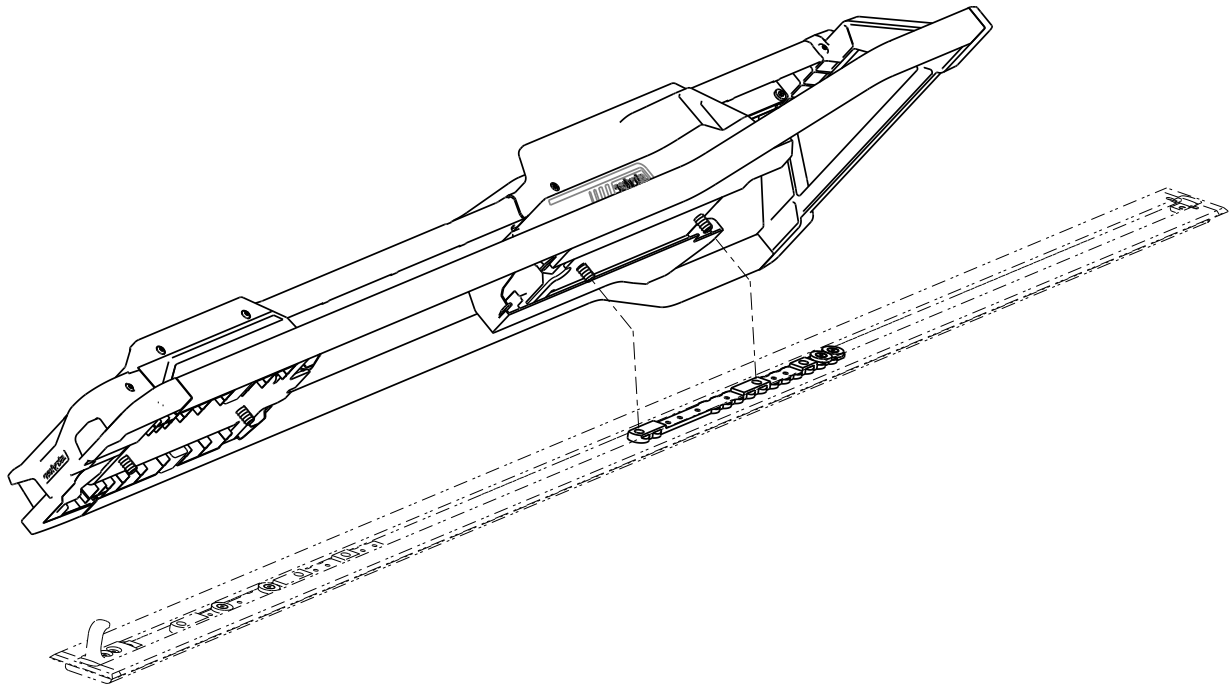

Figure 11 – Alignement du Performance-LOAD
1. Placer le **Performance-LOAD** sur la plaque de plancher. Aligner les deux boulons côté tête sur les deux trous dans le crampon (Figure 11).